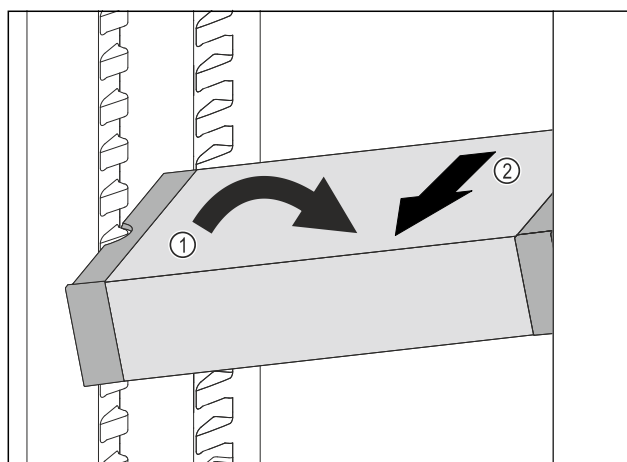

Fig. 112
- ▶ Predal VarioSafe postavite v hladilniku postrani. Fig. 112 (1)
- ▶ Predal VarioSafe izvlecite v smeri naprej. Fig. 112 (2)